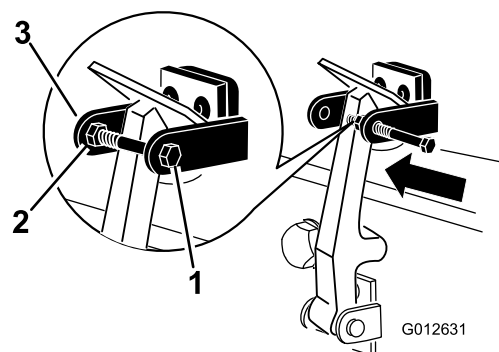

Figura 8
8. Coloque o parafuso no outro braço do suporte do trinco do capot para prender o trinco na posição (Figura 8).